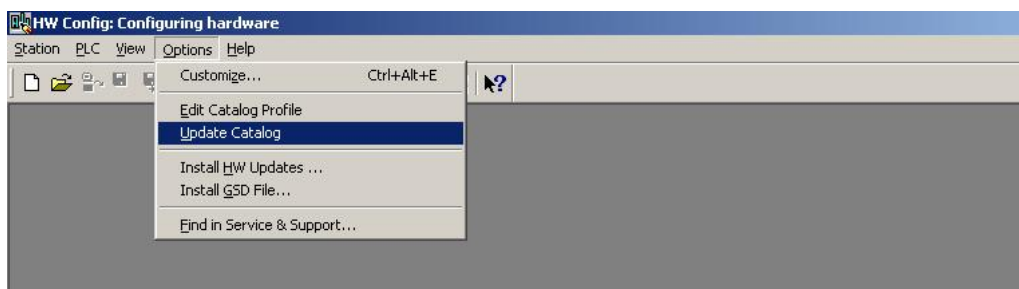

图 5-5
(1) SIMATIC 300(1)→Hardware 双击, 并在 H W Config 的菜单中选择 Option→Update Catalog 点击, 将设备 GSD 文件加入设备 Catalog 中, 见图 5-5。